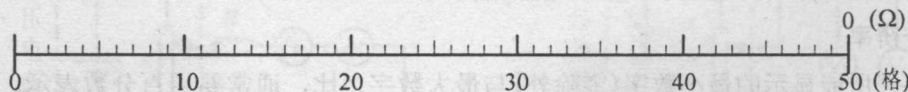

图 2. 11
按照上面的计算结果，将下面的表盘(图 2. 11)标上欧姆刻度。
(1) 组成中值电阻分别为 100Ω 、 $1\text{k}\Omega$ 和 $10\text{k}\Omega$ 的欧姆表，并进行校验。
a. 按图 2. 8 组成欧姆挡电路，各挡测量前应分别调零。
按图 2. 9 连接电流表的校验电路。其中，稳压电源输出 0-6V 可调电压，限流电